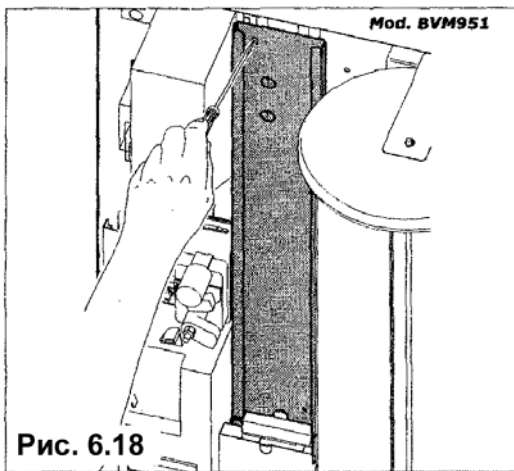

Рис. 6.18
- Опорожните от ложек устройство их выдачи и выньте направляющую (рис. 6.18)